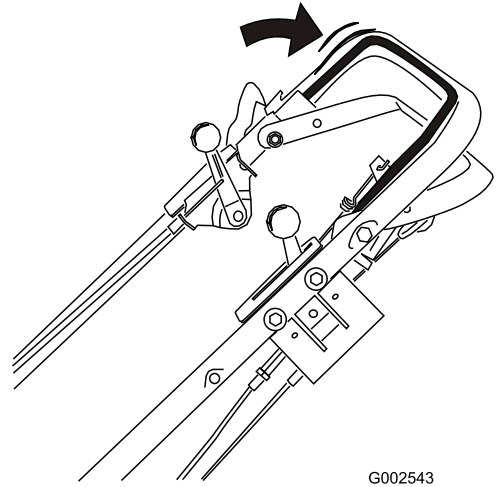

Figura 13
2. Tire de la barra de control hacia el manillar, sujetándola en esa posición (Figura 13).